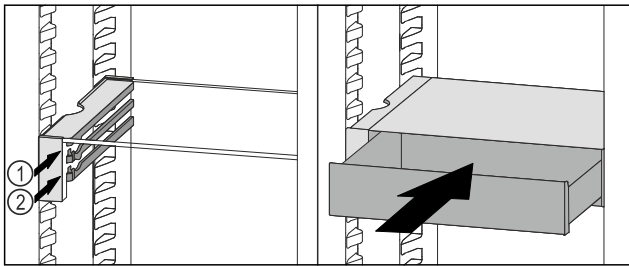

Fig. 132
- VarioSafe-Schubfach hinter den Stoppern auf gewünschter Rippe Fig. 132 (1) oder Fig. 132 (2) aufsetzen.